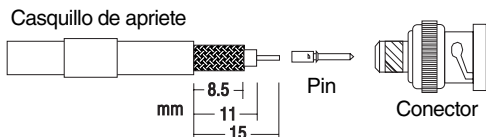

Figura 7: Ensamble del Conector de la Antena
- 5 Colocar en el extremo libre del cable el conector BNC, como se muestra en la figura 7.
- Recorte el plástico externo del cable coaxial a 15 mm (tal como se muestra en la figura 7).